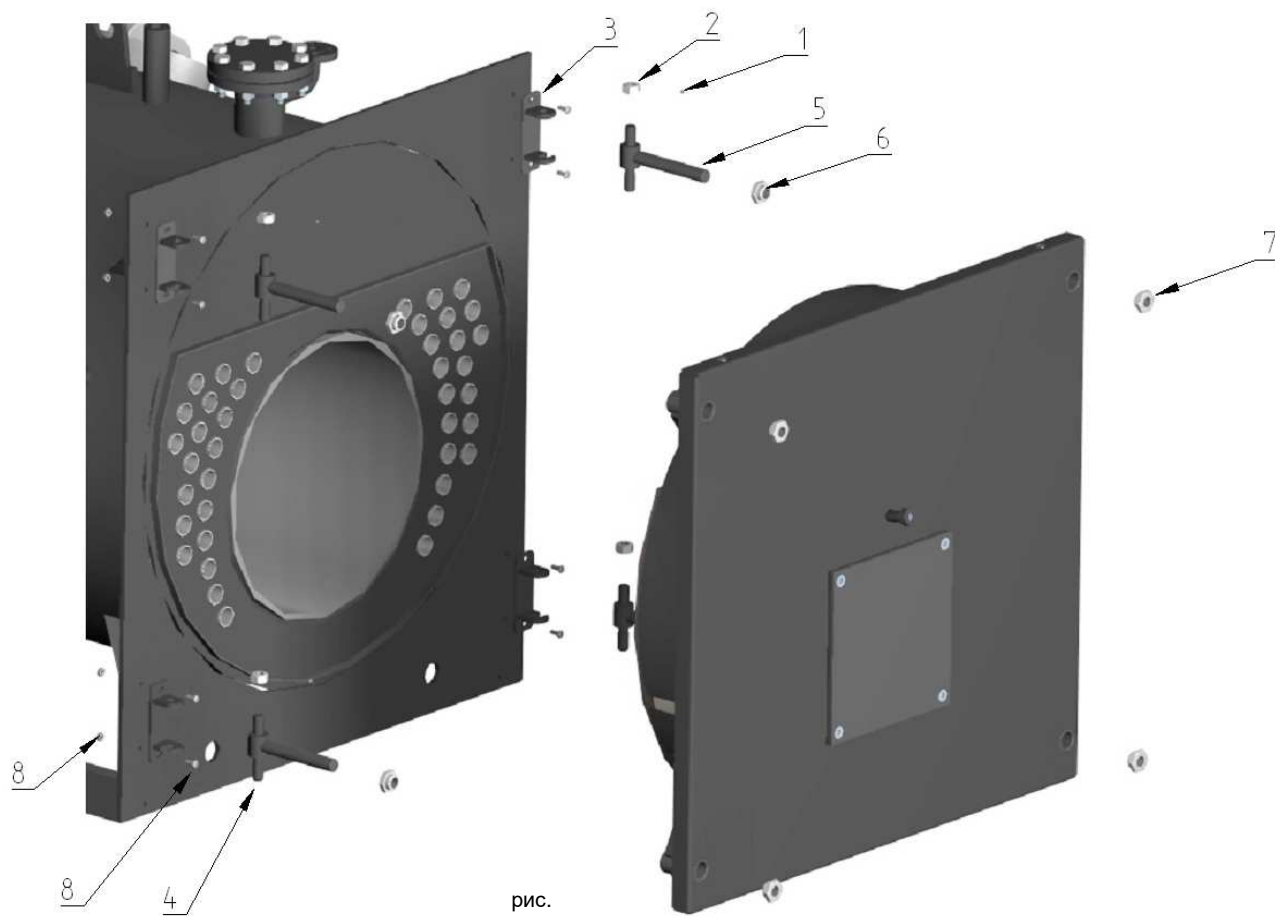

рис. 14
18. ЗАДНИЙ ДЫМОВОЙ КОРОБ (рис. 14)